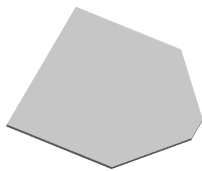

图 2.2 基体-法兰
Step2. 创建图 2.2 所示的钣金基础特征——基体-法兰。选择下拉菜单 **插入(I)** **→** **钣金(B)** **→** **基体法兰(A)...** 命令(或单击“钣金”工具栏上的“基体法兰/薄片”按钮);选取前视基准面作为草图平面,在草图环境中绘制图 2.3 所示的横断面草图,选择下拉菜单 **插入(I)** **→** **退出草图** 命令,退出草图环境,此时系统弹出“基体法兰”对话框;在 **钣金参数(S)** 区域的 **厚度(T)** 文本框中输入厚度值 3.00mm,在 **折弯系数(A)** 区域的下拉列表中选择 **K 因子** 选项,把 **K** 文本框的因子系数改为 0.4,在 **自动切释放槽(I)** 区域的下拉列表中选择 **矩形** 选项,选中 **使用释放槽比例(A)** 复选框,在 **比例(I):** 文本框中输入比例系数值 0.5;单击 **✓** 按钮,完成基体-法兰的创建。